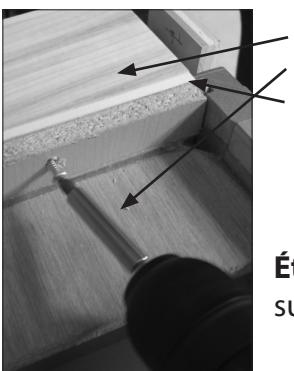

Fig 7
Étape 5. Monter le module coulissant sur l'armoire adjacente 2. Voir la figure 7.